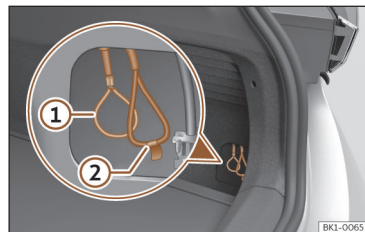

Fig. 77 Atrás da tampa: desbloqueio de emergência do conector de carregamento ① e ponto de corte para resgate ②.
- Puxe o laço para desbloqueio manual de emergência >>> Fig. 77 ①. O laço não tem nenhuma bandeirinha >>> ⚠! Pode retirar-se o conector de carregamento >>> ⚠.
Justamente ao lado do laço para a destrancagem manual de emergência existe um laço para o fusível do sistema de alta tensão para os serviços de emergência >>> Fig. 77 ②. O fusível está sinalizado com uma bandeirinha amarela >>> ⚠.